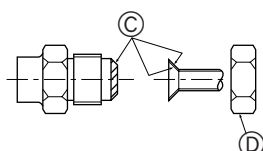

Fig. 4-1
4.2. Соединение труб (Fig. 4-1)
- Ⓐ (Fig. 4-1)
- Ⓑ (Fig. 4-1)